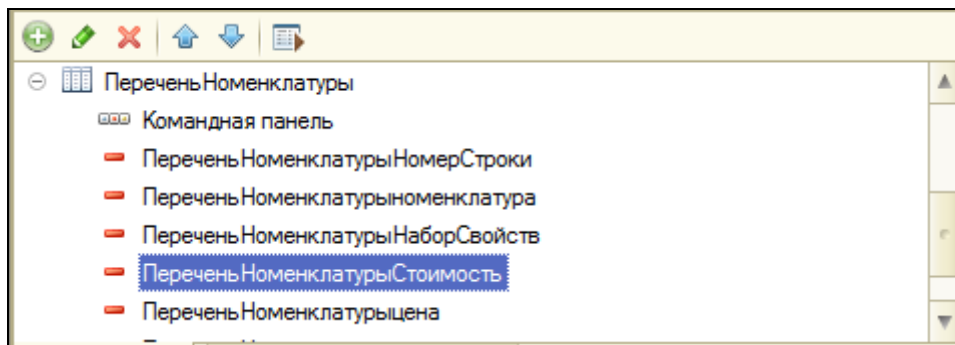

Рисунок 5.5 Удаление поля табличной части
2. Перейти на закладку **Формы**. Открыть форму документа и удалить из списка элементов, расположенных в левом верхнем углу окна элемент **ПереченьНоменклатурыСтоимость** (рис.5.5).